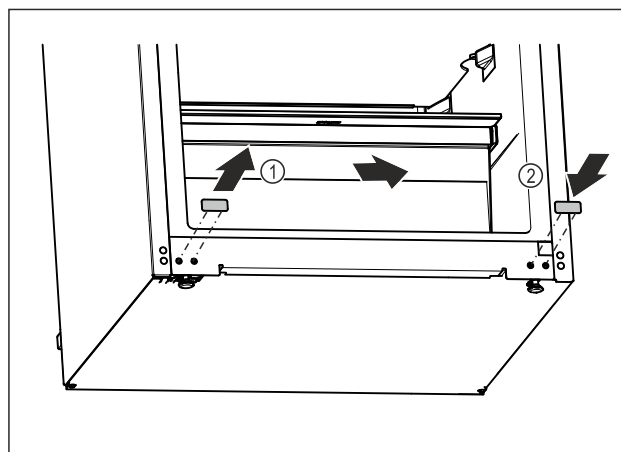

Fig. 13
- ▶ Estrarre il coperchio a tappo. Fig. 13 (1)
- ▶ Inserire il coperchio a tappo sul lato opposto. Fig. 13 (2)